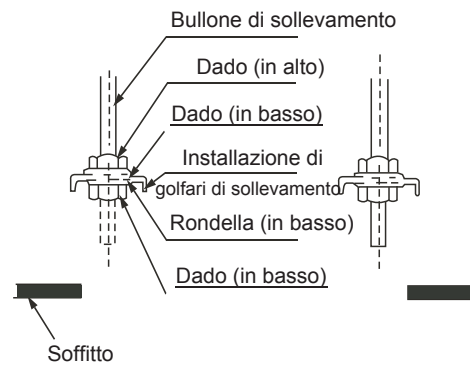
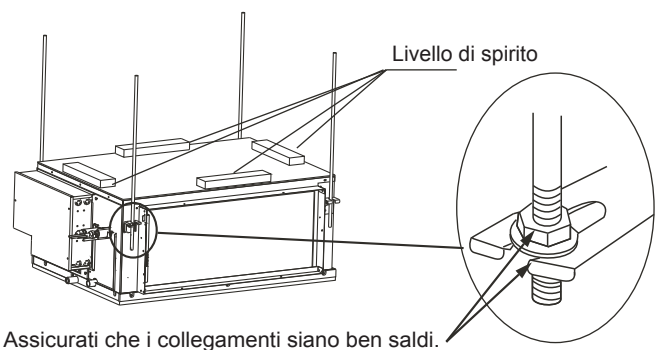

Figura 3.5
Figura 3.6
(1) Quando si montano i golfari di sollevamento dell'unità interna sui bulloni di sollevamento, inserire le rondelle dei dadi dei bulloni di sollevamento nei fori oblunghi dei golfari di sollevamento. I dadi superiore e inferiore e le rondelle sono mostrati nella Figura 3.5.
(2) Regolare l'altezza dell'unità interna.
(3) Utilizzare una livella a bolla d'aria per verificare che il corpo dell'unità sia a livello (facendo inclinare il corpo dell'unità verso il basso verso il lato di drenaggio), come mostrato nella Figura 3.6.